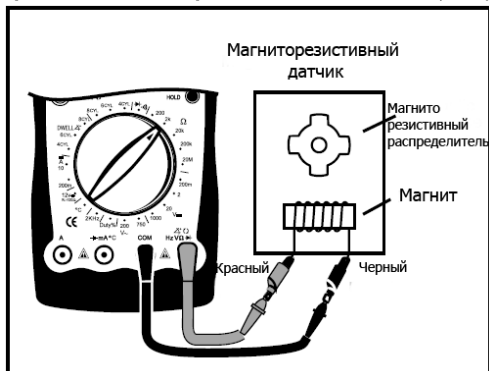

Рис. 16
**4. Тестирование магниторезистивного датчика (См. рис. 16)**